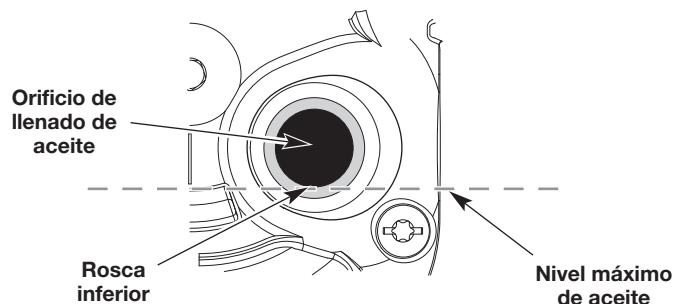

Fig. 22
5. Observe el interior del orificio de llenado de aceite; use una linterna si es necesario. **El nivel de aceite sólo debe tocar la rosca inferior del orificio de llenado de aceite** (Fig. 22). Si el nivel de aceite es demasiado bajo, agregue aceite al orificio de llenado de aceite hasta que el nivel de aceite toque la rosca inferior del orificio de llenado de aceite.